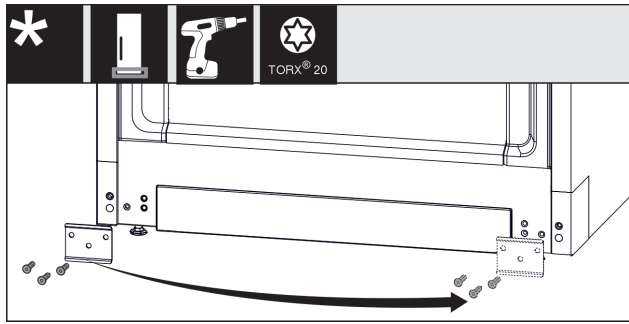

Fig. 12
- ▶ Atsukite skydelį, perkeltkite į kitą pusę ir prisukite vėl. Fig. 12 (1)